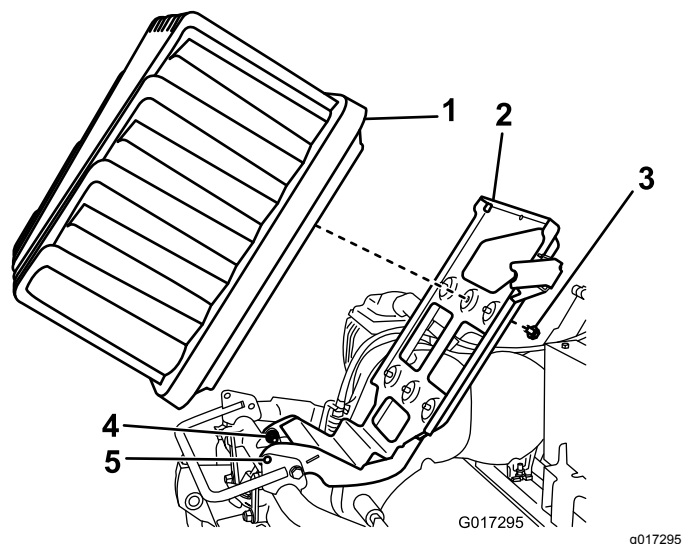

Figura 11
6. Sollevare la piattaforma della batteria fino ad allineare i fori di bloccaggio alla base e sul telaio (Figura 11).
5. Allentate i 2 dadi/bulloni di rotazione di mezzo giro ciascuno (Figura 11).